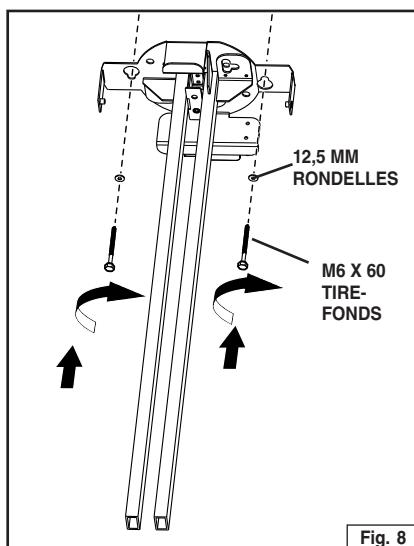

Fig. 8
2. Montez le bras télescopique. Fixez avec les (2) tire-fonds M6 x 60 avec (2) rondelles de 12,5 mm - faites d'abord les deux fentes de trous de serrure (2 boulons/bras). Assurez-vous que les bras sont perpendiculaires au plafond. Fig 8.